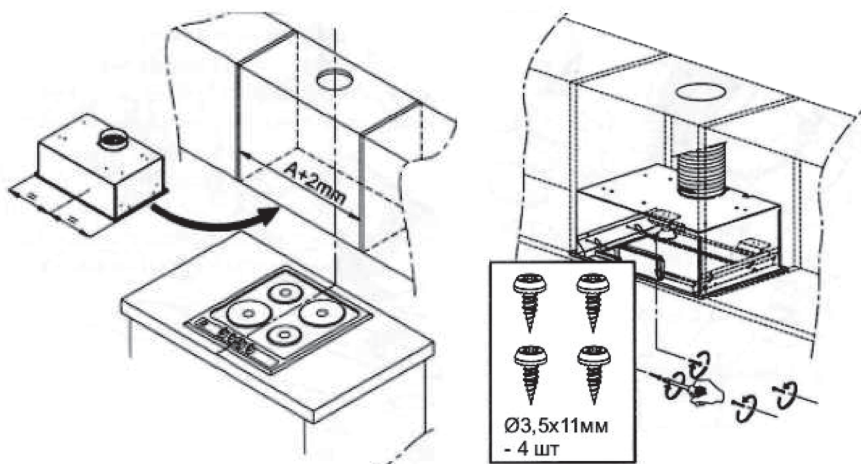

Рис. 5
- Установите прибор вместо нижней панели подвесного элемента мебели и закрепите винтами самонарезающими Ø3,5x11 (Рис. 5).